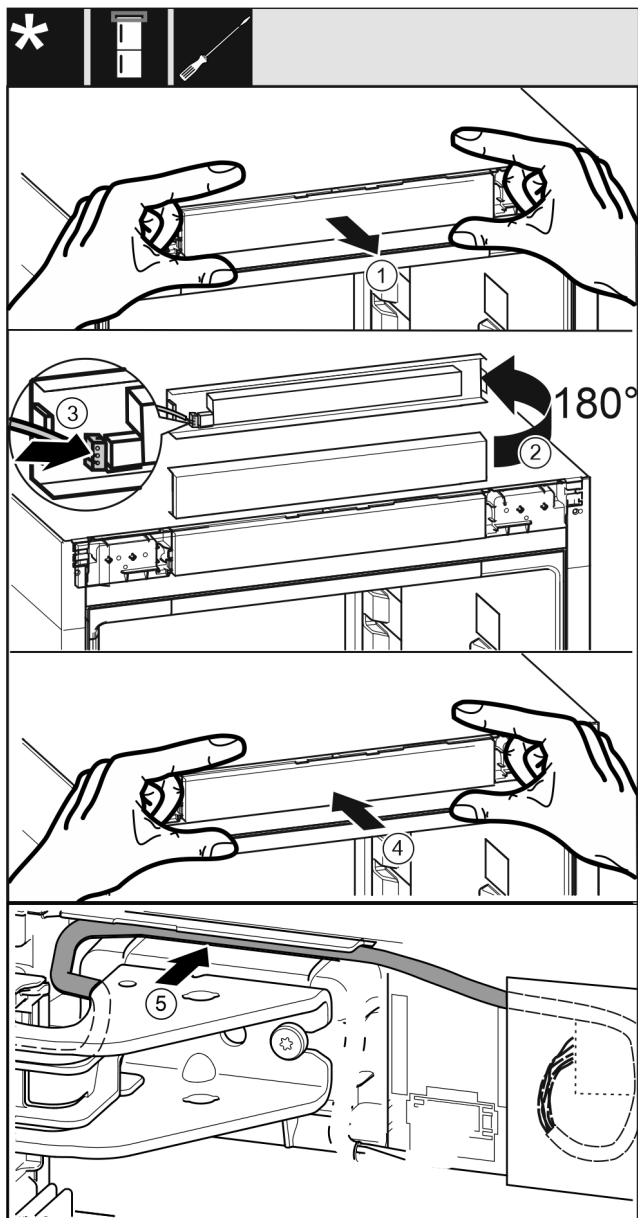

Fig. 32
- ▶ Обережно витягніть невелику панель керування. Fig. 32 (1)
- ▶ Поверніть панель на 180° вгору. Fig. 32 (2)
- ▶ Зафіксуйте штекер на невеликій панелі керування. Fig. 32 (3)
- ▶ Знову зафіксувати невелику панель керування на пристрої. Fig. 32 (4)
- ▶ Обережно розташуйте сірий кабель в направляючій над верхнім опорним кронштейном. Fig. 32 (5)